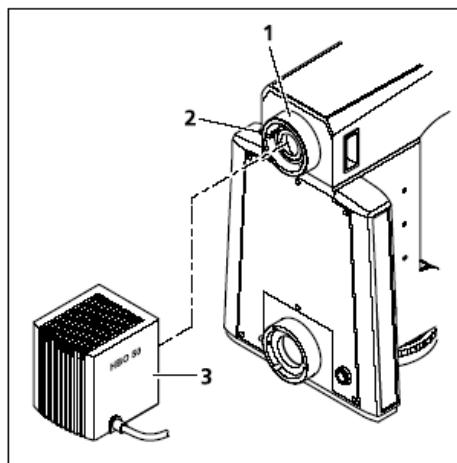
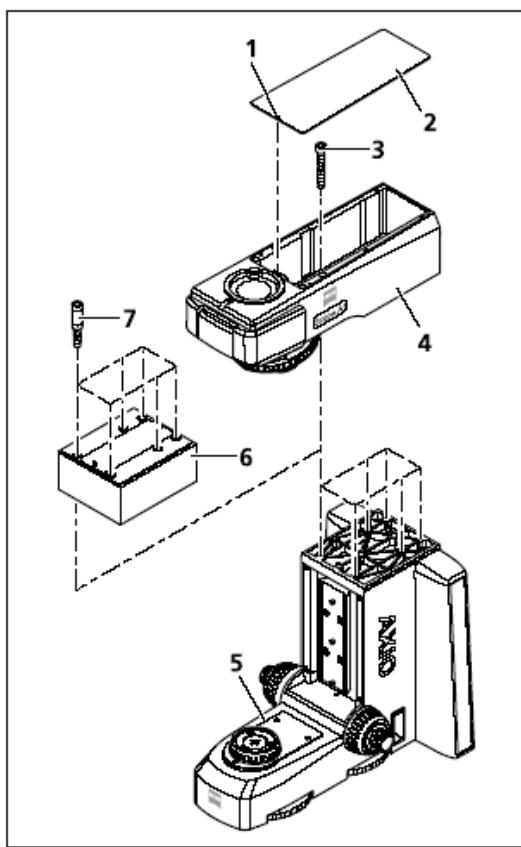

图 3-29 安装 HBO 50
图3-39 更换上部主机体，插入增高器
- 将 HBO 50 照明器（图 3-29/3）安装在上部主机体的连接端口（图 3-29/1），将其校准，然后用紧固螺丝(tu 3-29/3)紧固。
- 将圆头螺丝刀插入上面的组装小孔（图3-39/1），取下上部主机体的磁性安装盖（图3-29/1）。然后取下盖子。
- 握住上部主机体（图3-39/4），用圆头螺丝刀SW5松开六个六角形插座螺丝（图3-39/3），取下上部主机体。
如果您想安装增高器（图3-39/6），则应该用原配的SW 8 螺丝刀将对应的间隔器（图3-39/7）拧进下部主机体。然后安装30 mm或60 mm的增高器。然后将需要安装的上部主机体（图3-39/4）安装到下部主机体或增高器上，握住它，紧固六个六角插座螺丝（图3-39/3）。